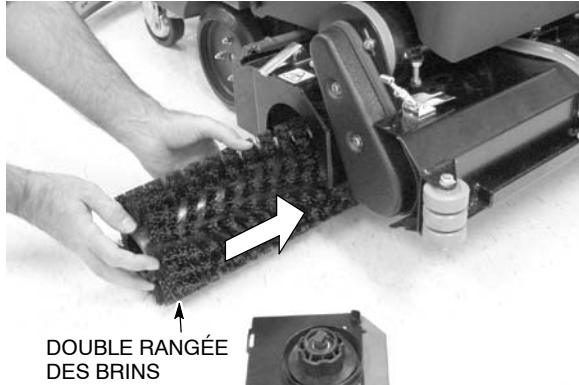

FIG. 8
4. Avec la double extrémité de rangée de brin vers vous, guidez la brosse dans le moyeu d'entraînement (Figure 8).